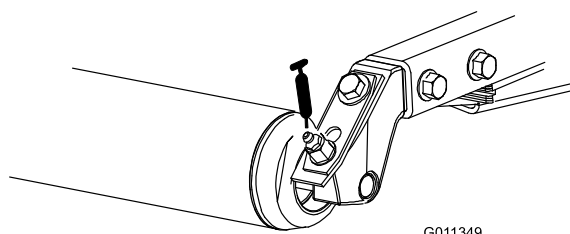

Figure 49
- Roulements de rouleau arrière (2 par plateau de coupe) (Figure 49)